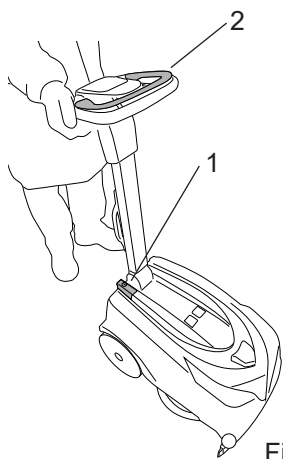
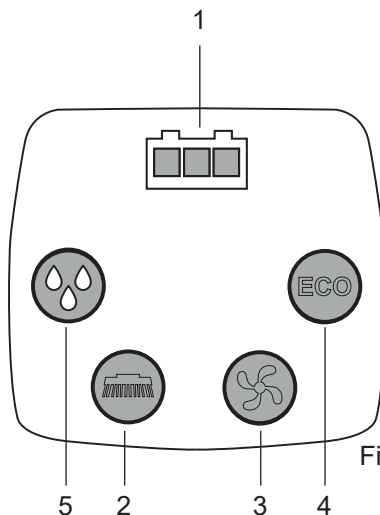

Fig.14
Fig.15
- Interruptor general (Fig. 14-Ref. 1): habilita y deshabilita la alimentación eléctrica de todas las funciones de la máquina.
- Indicador luminoso de alimentación (modelo con clavija) (Fig. x-Ref. x): de color amarillo, señala que el cable de alimentación de la máquina está conectado a la red eléctrica y que el interruptor general está presionado (Fig. 14-Ref. 1).
- Indicador luminoso de control de la carga de la batería (solo los modelos con batería) (Fig. 15-Ref. 1): formado por 3 LED de color rojo, amarillo y verde que señalan el nivel de la carga de la batería. Las posibles situaciones son:
- Botón del cepillo (Fig. 15-Ref. 2): habilita ("LED encendido") e inhabilita ("LED apagado") la función "Cepillo", el cepillo entra en funcionamiento solo accionando la "Palanca de accionamiento del cepillo" (Fig. 14-Ref. 2).
- Botón de aspiración (Fig. 15-Ref. 3): enciende ("LED encendido") y apaga ("LED apagado") el motor de aspiración, así permitiendo secar el suelo que se está limpiando. El motor funciona solo cuando se activa la "Palanca de mando del cepillo".
- Botón flujo de la solución con indicadores luminosos (Fig. 15-Ref. 5): habilita ("LED encendido") e inhabilita ("LED apagado") la salida del flujo de la solución con tres niveles de salida diferentes. La solución sale únicamente cuando el cepillo está funcionando.
- Botón ECO (Fig. 15-Ref. 4): habilita ("LED encendido") e inhabilita ("LED apagado") el funcionamiento ECO.